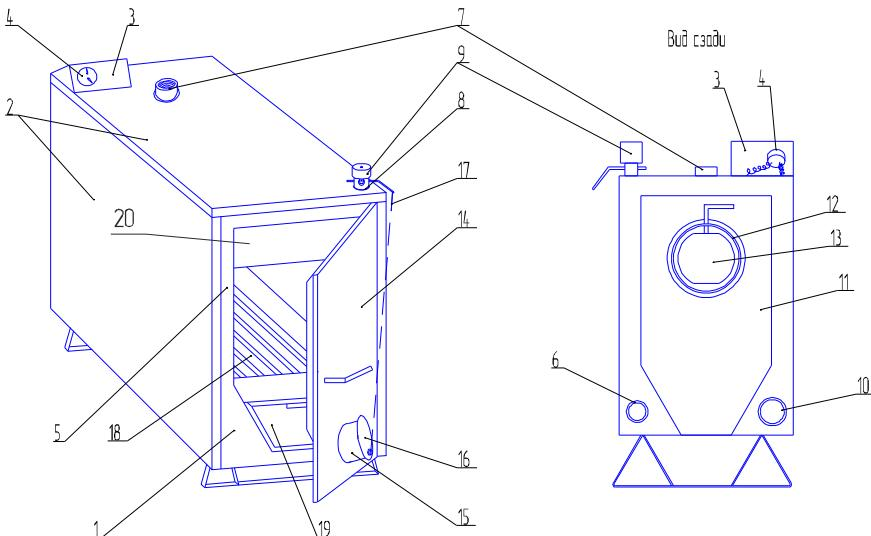

Рисунок 1 Конструкция отопительного аппарата
**6.2 Дымоход (12) (Рис.1) футеровать асбестовым картоном толщиной 3-5 мм.**
**7.2 Положите на очищенные колосники бумагу и достаточное количество мелких дров (щепки, луцины, стружку), сверху положите дрова. Откройте заслонку дымохода (13) (Рис.1), зажгите бумагу, закройте дверку, полностью откройте крышку поддувального окна, зафиксировав ее цепочкой с крючком за верхний край дверки (для изделий Warmos TT-18K и Warmos TT-25K цепочкой регулятора тяги). Когда огонь полностью разгорится, прикройте заслонку дымохода и крышку поддувального окна в зависимости от требуемой температуры воды в котле.**